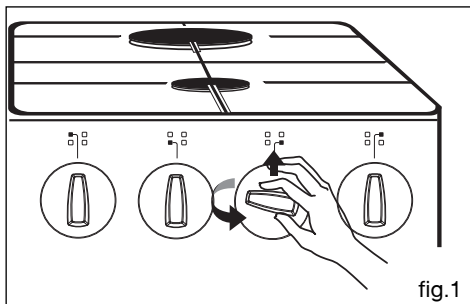

fig.1
- **Tournez la manette** en position grande flamme et **allumez le brûleur** en maintenant la manette appuyée **fortement** (Fig.1).